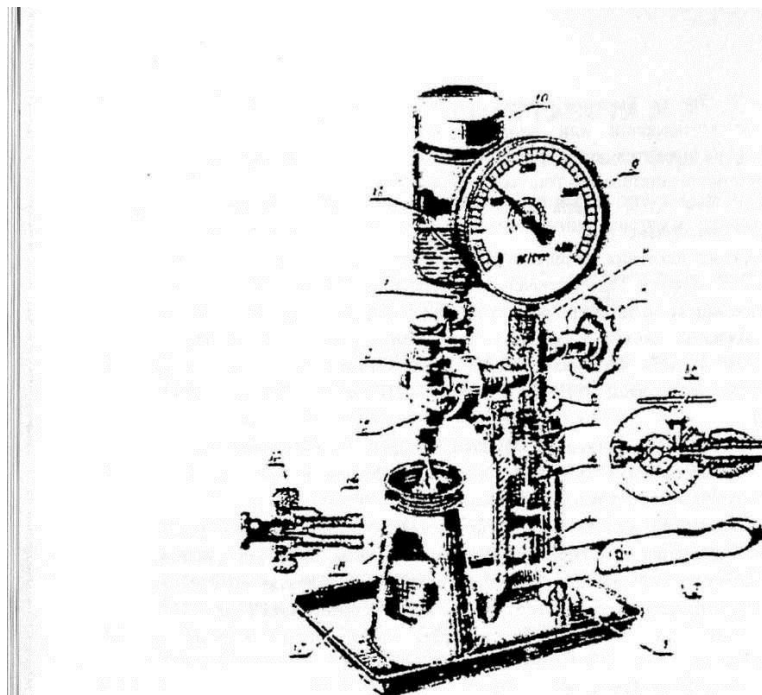

Рисунок 7 - Прибор КП-1609А для испытаний и регулировки форсунок
9. Подготовьте прибор (рисунок 7) к работе, залив очищенное топливо в бачок и установив проверяемую форсунку на выходной штуцер прибора. Между выходным штуцером крана и входным штуцером форсунки поставьте алюминиевую уплотняющую прокладку.